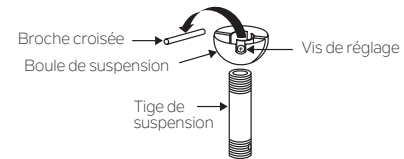

Fig. 7
**Étape 5.** Retirez la boule de suspension de l'assemblage de la tige descendante en desserrant la vis de réglage, en retirant la goupille transversale et en faisant glisser la boule de la tige. (Fig. 7)